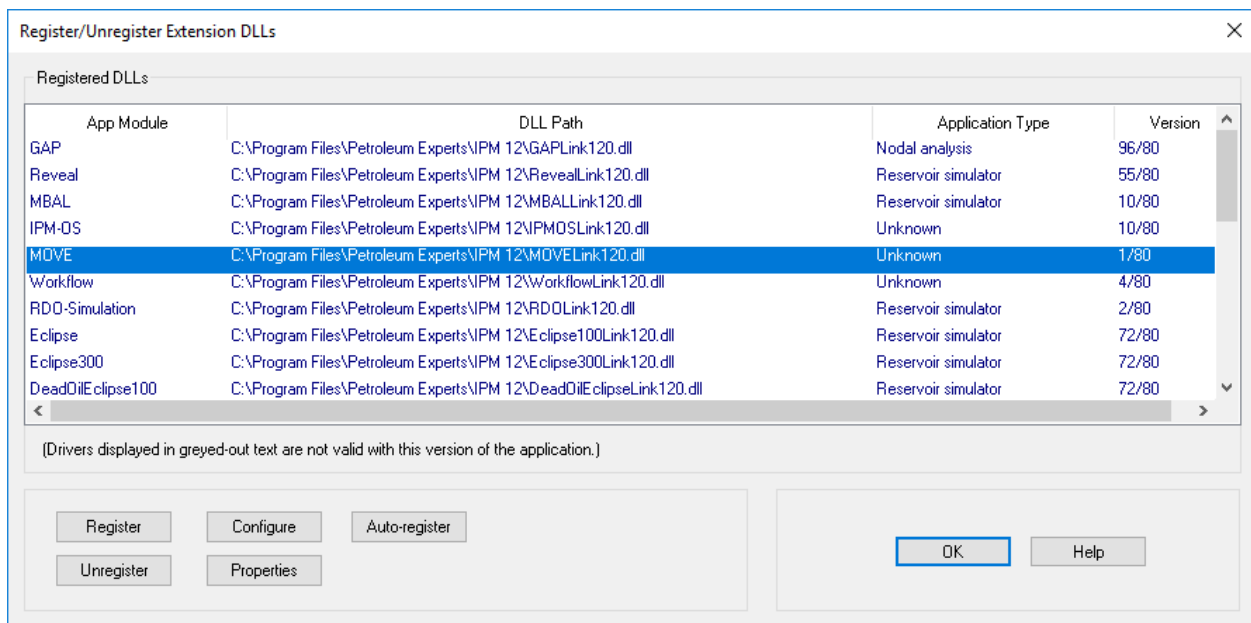

Рисунок 1: Вікно «Реєстрація/скасування реєстрації DLL-файлів розширення» в RESOLVE з вибраним параметром «ПЕРЕМІСТИТИ».
2. Перейдіть до пункту Драйвери – Зареєструвати драйвери. 3. Виберіть MOVE зі списку шляхів DLL і натисніть «Налаштувати» (Рисунок 1).